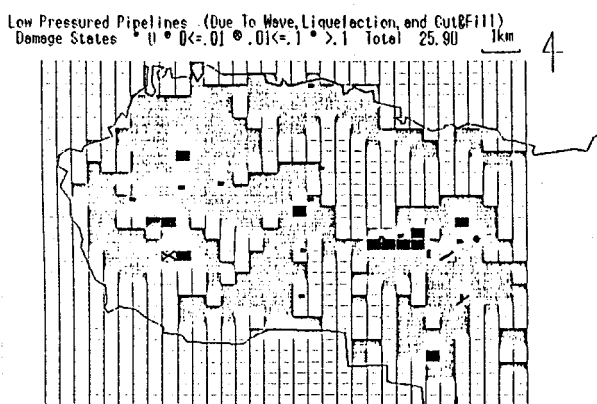

図3 低圧管路網の被害状況
(1) 解析手法 本研究では、S型、ガス型、GM2型、ねじ型、の各継手の破損状況を検討することにした。外力を地震波動、液状化、切盛境界の3種類に分類し、地震波動に関しては、地盤ひずみより継手引抜量を求め、その値に対応する損傷確率を定めた。また、液状化、切盛境界に関しては、地盤に変状変位を与え、それに対応する継手引抜量および損傷確率を定めた。
(2) 解析結果 低圧管路網の地震被害予測を行なった結果を図3に示す。地震波動による継手破損は少なく、液状化、切盛境界の影響による破損が非常に多い。また、河